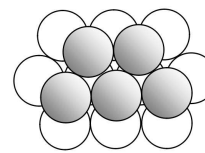
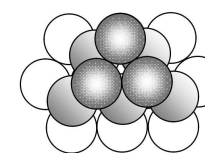

figure 2
figure 3
- ② puis on rajoute un deuxième plan sur le premier (figure 2) qu'on nomme B ;
- ③ pour ajouter un troisième plan, il existe alors deux possibilités :
- Le troisième plan se superpose exactement sur le premier : on obtient une structure **hexagonale compacte** (figure 3). Ce troisième plan est identique au plan A.